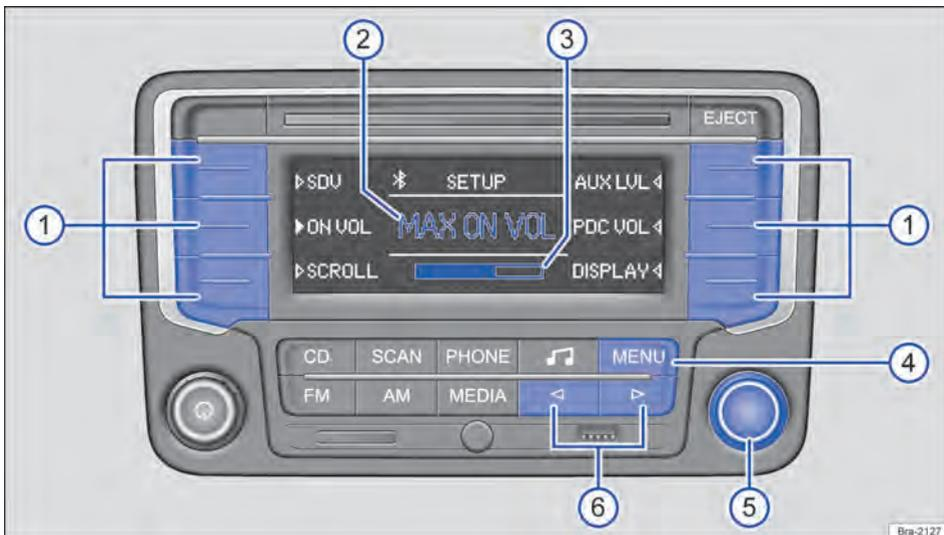

Fig. 166 Menu SETUP: definir o volume inicial.
- Pressionar o botão do aparelho (MENU) a partir de qualquer menu → Fig. 166 (4).
- Pressionar os botões de função para abrir o respectivo menu de ajuste → Fig. 166 (1).
- Girar botão de ajuste para alterar o ajuste atual → Fig. 166 (5).
- OU: pressionar brevemente o botão do aparelho (◀) ou (▶) para alterar o ajuste atual → Fig. 166 (6).
- OU: botão do aparelho é pressionado brevemente (MENU) → Fig. 166 (4).
→ Fig. 166 ② e, abaixo disso, a barra de volume
→ Fig. 166 ③.